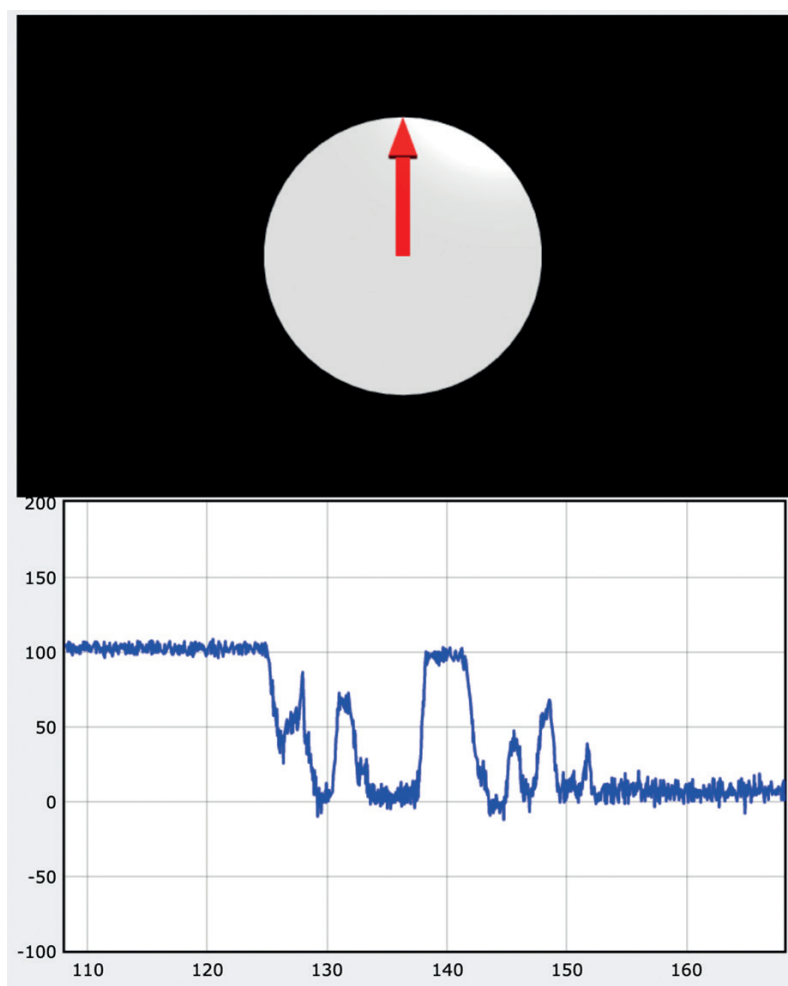

Рис. 16.16. Определение направления с помощью магнитометра
11. Когда вы начнете перемещать робота в пространстве, вы увидите результат, показанный на рис. 16.16.
В верхней части рис. 16.16 показан компас с красной стрелкой, направленной вверх, – там для робота находится север. В нижней части показан график синего цвета с диапазоном значений от +180 до –180°. При перемещении робота вы увидите, как график меняется. Здесь 0° – это север. Обратите внимание, что робот должен находиться на плоской поверхности.